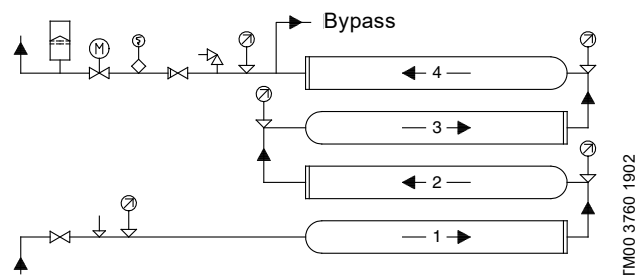

Fig. 6 Sistema de pressurização com quatro módulos ligados em série, montados um sobre o outro
- Para módulos ligados em série, montados um sobre o outro, recomendamos ligar as tubagens conforme indicado na fig. 6.